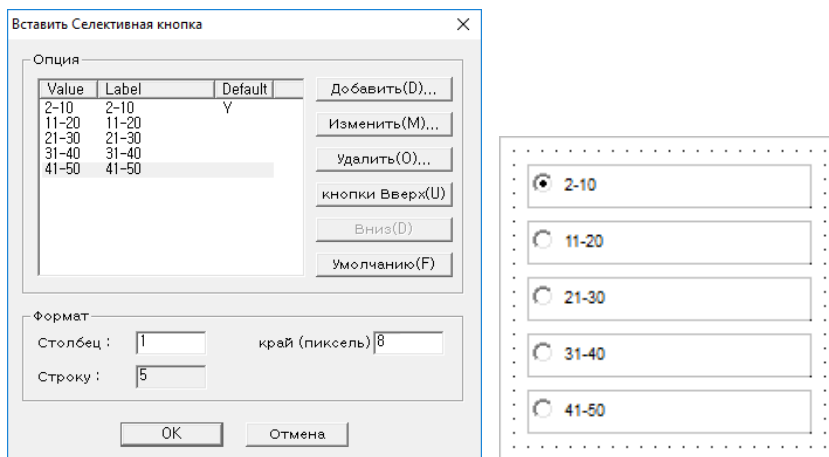

Рис. 209. Диалоговое окно Insert Radio Button (Вставить зависимую кнопку)
**Зависимая кнопка.** Создайте предпочтительную группу, где можно выбрать только один элемент. Для пользователей будет выведен запрос ввести собственные значения для зависимых кнопок в диалоговом окне Insert Radio Button (Вставить зависимую кнопку), как показано на рис. 209. Используйте кнопку Add (Добавить), чтобы добавить новые значения и, при необходимости, Modify (Изменить), Remove (Удалить) или Move up (Переместить вверх). Также выберите значение по умолчанию, и, как показано на рис. 209, оно будет задано в качестве первого варианта.